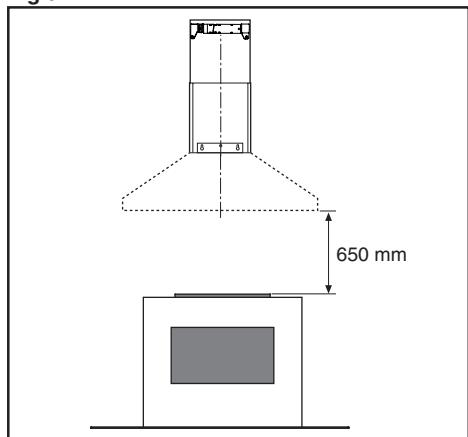

Fig.8
- La distanza minima fra la superficie di supporto dei recipienti di cottura sul dispositivo di cottura e la parte più bassa della cappa da cucina deve essere di almeno 65 cm (Fig.8). Se dovesse essere usato un tubo di connessione composto di due o più parti, la parte superiore deve essere all'esterno di quella inferiore. Non collegare lo scarico della cappa ad un condotto in cui circoli aria calda o utilizzato per evacuare fumi degli apparecchi alimentati da un'energia diversa da quella elettrica.